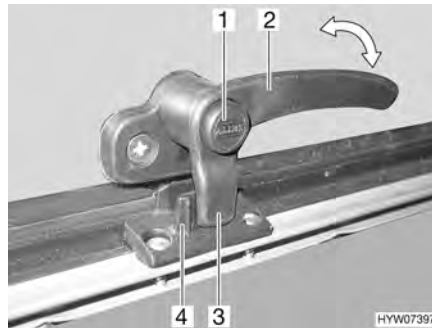

Bild 63 Låsarm i läget "stängd"
- Tryck på låsknappen (Bild 63,1) och håll den nedtryckt.
- Sväng låsarmen (Bild 63,2) ett kvarts varv mot fönstrets mitt.
- Sväng låsarmen (Bild 63,2) ett kvarts varv mot fönsterkarmen. Låsspaken (Bild 63,3) på låsarmen sitter helt på fönsterlåsets insida (Bild 63,4).
- I läget "helt stängt" (Bild 63)